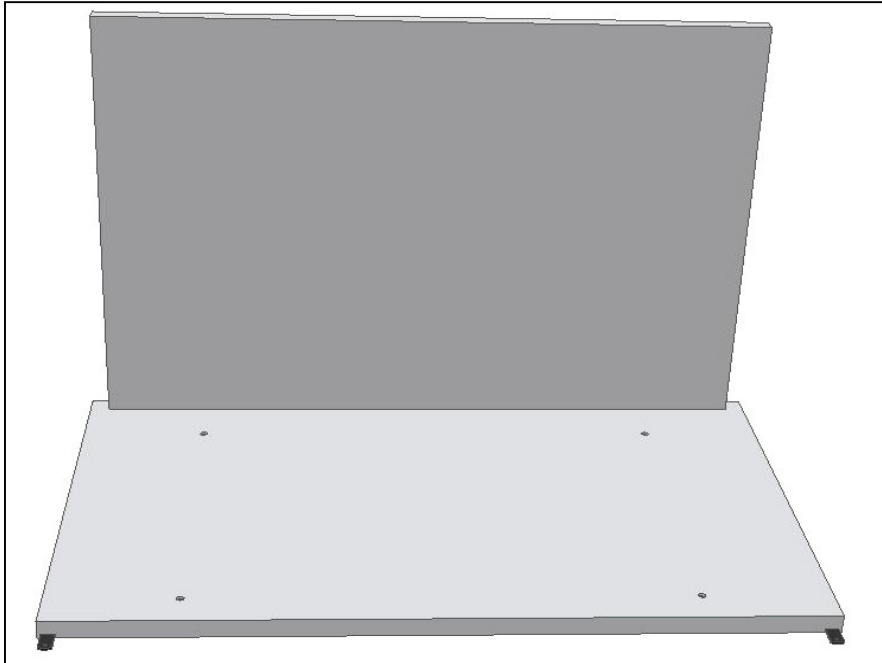

Fig. 3
- Fixer **le panneau arrière** au panneau du fond et serrer (Fig.3);